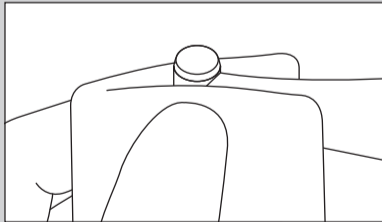
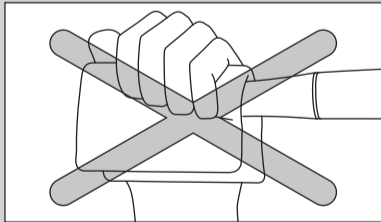

図7
図8
- ・ハンドピース内の余分なオイルを排出するために空運転する場合は、パーを取り外したまま15秒ほど空運転してください。その際、オイル飛散を防ぐため、ヘッドに布等をあてがう場合は、図7のようにあてがい、プッシュボタンを押さないように注意してください(図8)。パーが取り付けられなくなるなどの故障の恐れがあります。